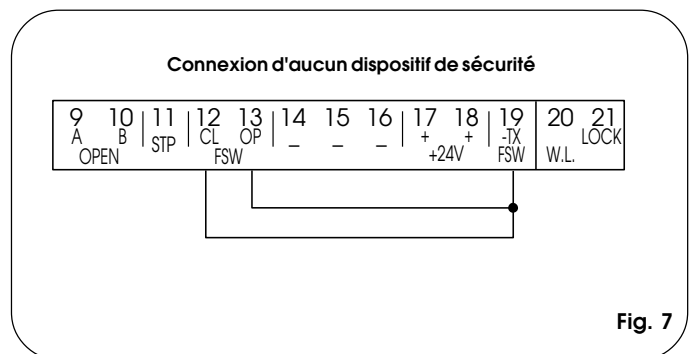

Fig. 7
**Nota bene:** Si on ne connecte aucun dispositif de sécurité en fermeture, ponter les bornes CL et -TX FSW (fig. 7).
**Nota bene:** Si on ne connecte aucun dispositif de sécurité en ouverture, ponter les entrées OP et -TX FSW (fig. 7).